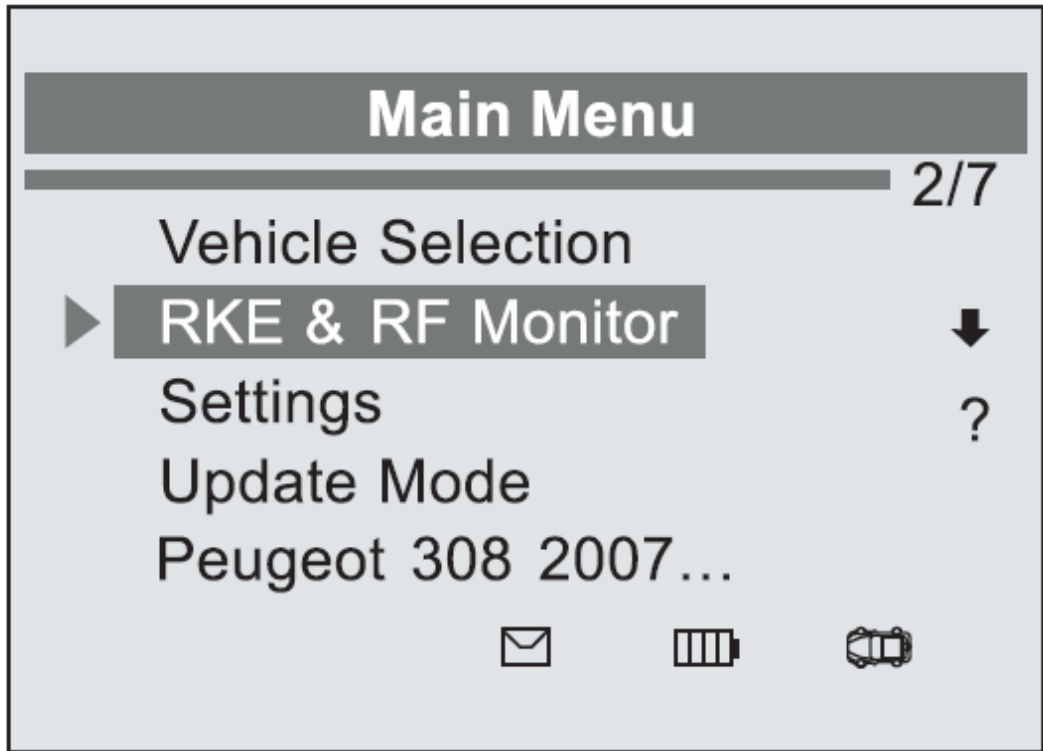

图 4.17
1) 使用 UP/DOWN 滚动按钮从主菜单(图 4.17)选择 RKE 和 RF **Monitor**，并按下 Y 键确认。